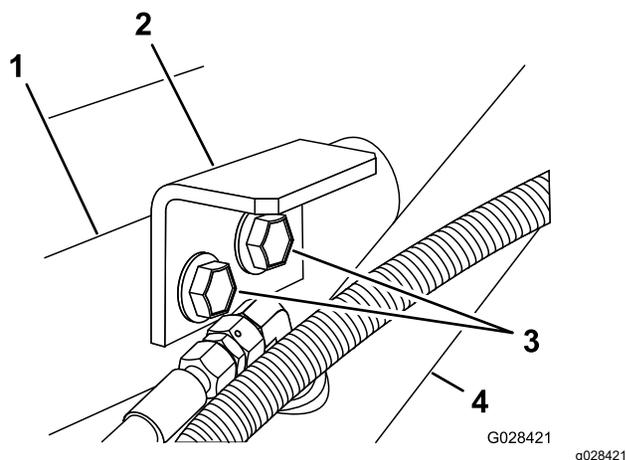

Рисунок 7
3. Установите прижимные кронштейны на опорный кронштейн и раму с помощью 2 болтов с фланцевыми головками и 2 фланцевых контргайек, снятых при выполнении пункта 1 (**Рисунок 7**).